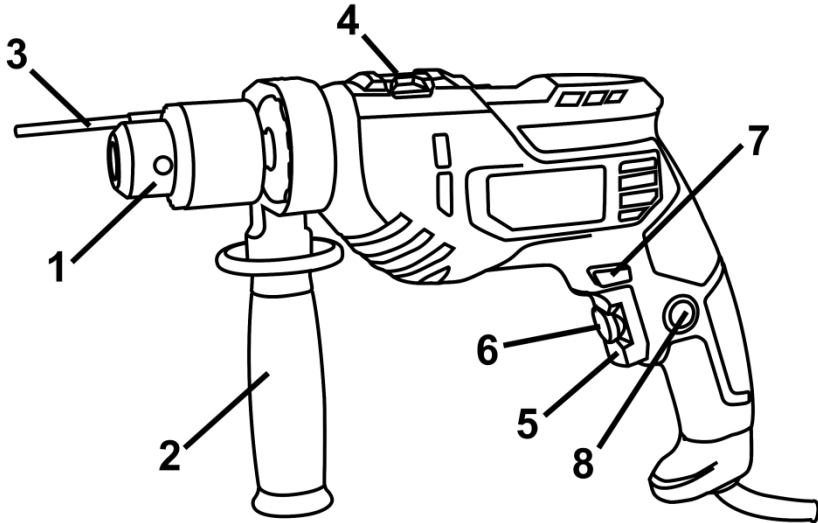

Рисунок 1
Перемикач режимів роботи виробу здійснюється переведенням перемикача (4) (див. рисунок 1) з одного крайнього положення в інше в сторону відповідного символу режиму роботи:
- ударно-обертальний режим - перемикач (4) повинен бути переведеним до упору убік символу ;
- обертальний режим - перемикач (4) повинен бути переведеним до упору убік символу .
**4.2** Виберіть необхідний режим роботи виробу за допомогою перемикача (4) (див. рисунок 1).
Перемикання режимів роботи виробу здійснюється переведенням перемикача (4, рисунок 1) з одного крайнього положення в інше в сторону відповідного символу режиму роботи: